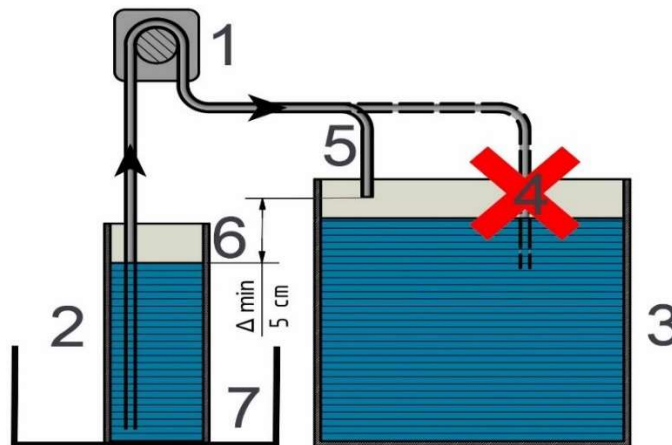

Fig. 1: Veiligheidsinstructies:
De doseerpompen (1) zijn zelf aanzuigend en moeten geïnstalleerd worden volgens Fig. 1. Dit is de enige manier om volledig leeg geraken van de container te voorkomen (2). Het is aanbevolen om de slangetjes zo kort mogelijk te houden (water hoogte max. 2 m = 0.2 bar). Maar de slang aan de aanzuigkant moet volledig tot de bodem van de container (2) komen. Om terugstromen te voorkomen mag de doseerslang niet in het aquariumwater hangen (4). Het water niveau in de container (6) moet altijd onder het uiteinde van de doseerslang komen (5). Het water niveau in het filter/aquarium is niet belangrijk m.b.t. deze instructies.